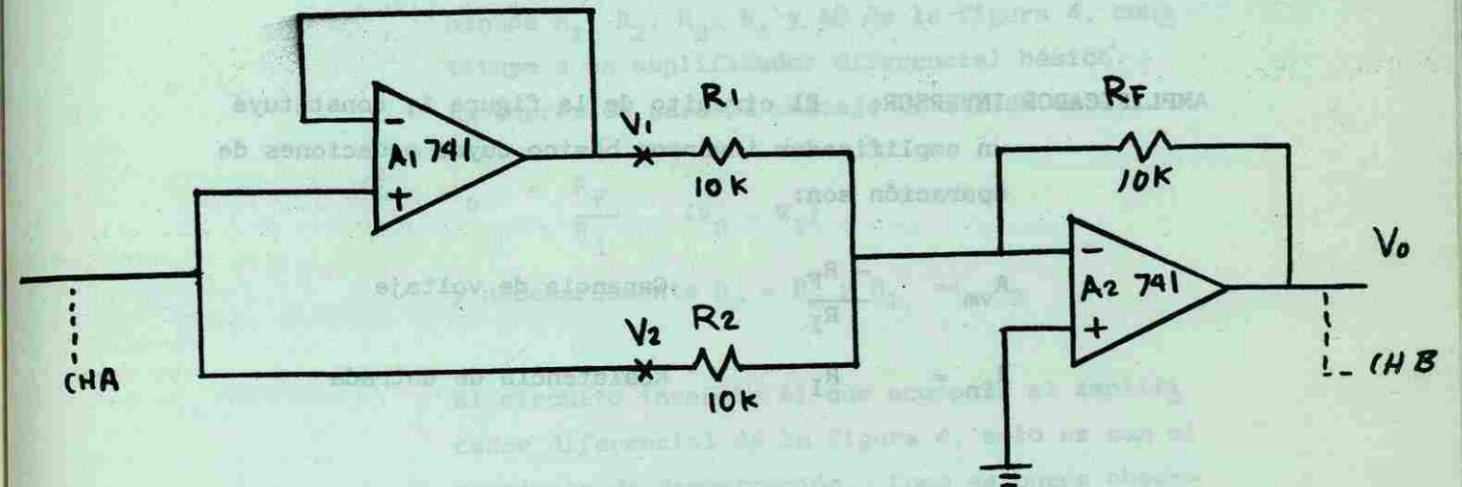

FIGURA 3. AMPLIFICADOR SUMADOR
**AMPLIFICADOR SUMADOR:** La característica del amplificador del circuito de la figura 3, es que suma los voltajes de las entradas y cambia de signo o invierte el resultado.
**Nota:** El amplificador seguidor de voltaje que acompaña al amplificador sumador de la figura 3, solo es con el propósito de demostración.
Implemente el circuito de la figura 3. Aplique energía a la base experimental.